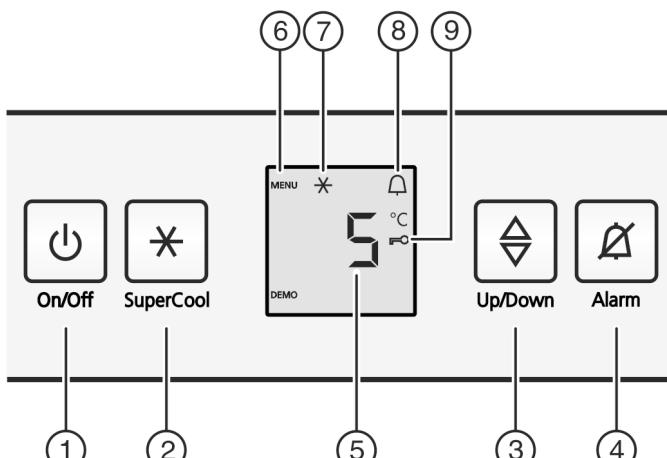

Fig. 2
- Нажать кнопку On/Off Fig. 2 (1).
- Нажмите кнопку «SuperCool» Fig. 2 (2) и удерживайте ее прим. 5 секунд.
- На индикаторе будет отображаться символ «Меню» Fig. 2 (6).
- Для подтверждения нажать и отпустить кнопку «SuperCool» Fig. 2 (2).
- На индикаторе горит символ «Защита от детей» Fig. 2 (9).
- Нажать и отпустить кнопку «On/Off» Fig. 2 (1).
- Нажмите кнопку Alarm Fig. 2 (4).
- ▶ Активация модуля регулировки температуры: нажмите кнопку настройки Fig. 2 (3).
- ▶ Температуру меняйте ступенями по 1 °C: нажимайте кнопку настройки Fig. 2 (3) до тех пор, пока на индикаторе температуры не будет высвеченa требуемая температура.
- ▶ Коротко нажмите кнопку SuperCool Fig. 2 (2).
- ▷ На индикации горит символ SuperCool Fig. 2 (7).